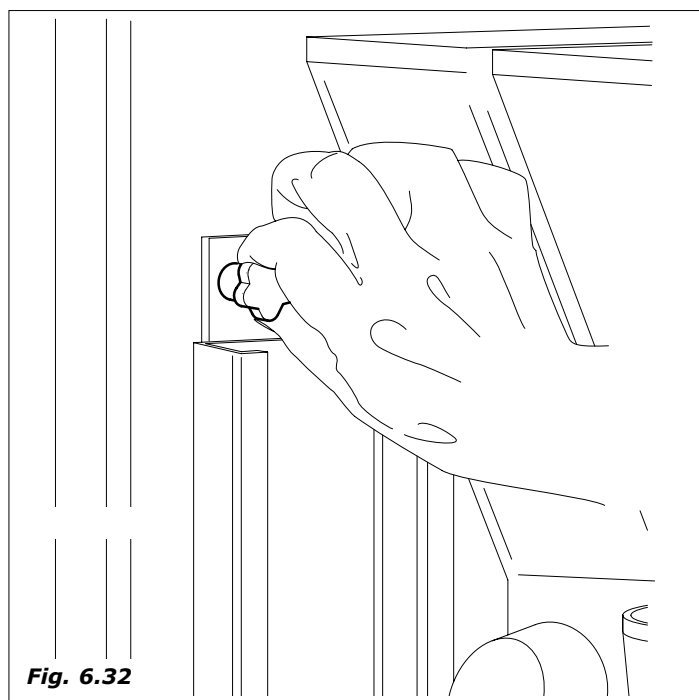

Fig. 6.32
- Aflojar sin destornillar completamente el botón que fija el recipiente de paletinas (Fig. 6.32)